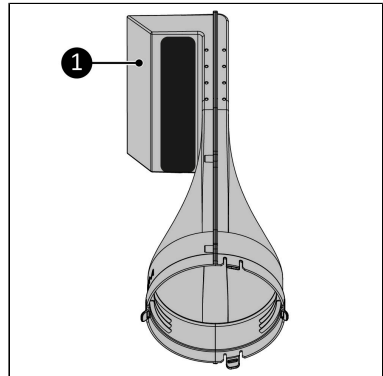

Figura 60.
4. Așezați ieșirea în fața dvs. Asigurați-vă că deschiderea rotundă este orientată spre dvs. (Figura 60).
5. Asigurați-vă că orificiul de evacuare a aerului (Figura 60, nt. 1) este orientată spre stânga.